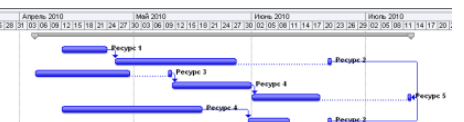

Рисунок 20 - Общий буфер
6. Задаётся общий буфер для критической цепочки (рисунок 20).